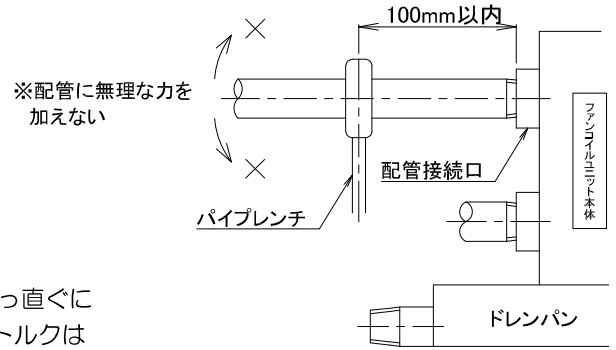

図4-1 冷温水配管施工時の注意事項
- 配管をねじ込む際は、配管に大きな力が加わらないように真っ直ぐにゆっくりとねじ込んでください。(図4-1参照)配管締め付けトルクは30N・m以下としてください。